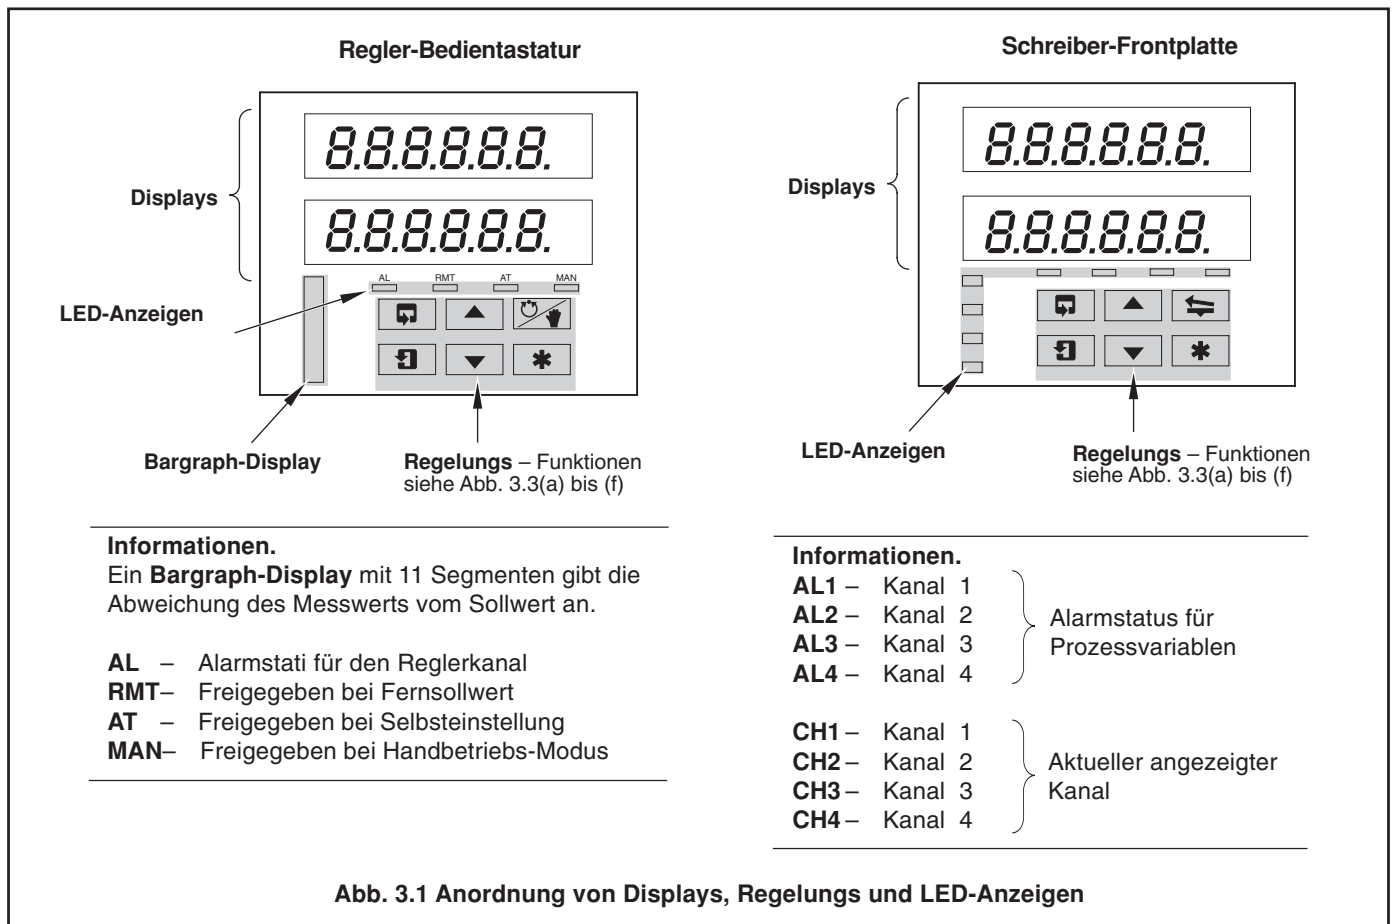

Abb. 3.1 Anordnung von Displays, Regelungs und LED-Anzeigen
Die Displays, LED-Anzeigen und Bedienungs-/Programmsteuerungen befinden sich auf den Fronttafeln des Geräts siehe Abb. 3.1.
3.1 Displays und LED-Anzeigen – Abb. 3.1
Alarm- und Kanal-Status werden durch separate LED-Anzeigen auf der/den Frontplatte(n) angezeigt – siehe Abb. 3.1.